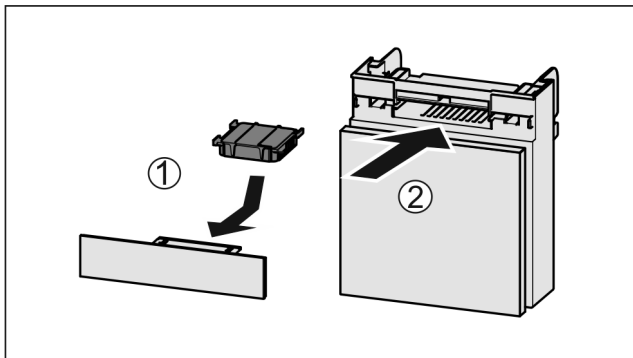

Fig. 141
- ▶ Установите фильтр с активированным углем, как показано на рисунке Fig. 141 (1).
- ▷ Фильтр с активированным углем ощутимо фиксируется. Если фильтр с активированным углем показывает вниз: ▶ Вставьте отделение Fig. 141 (2).